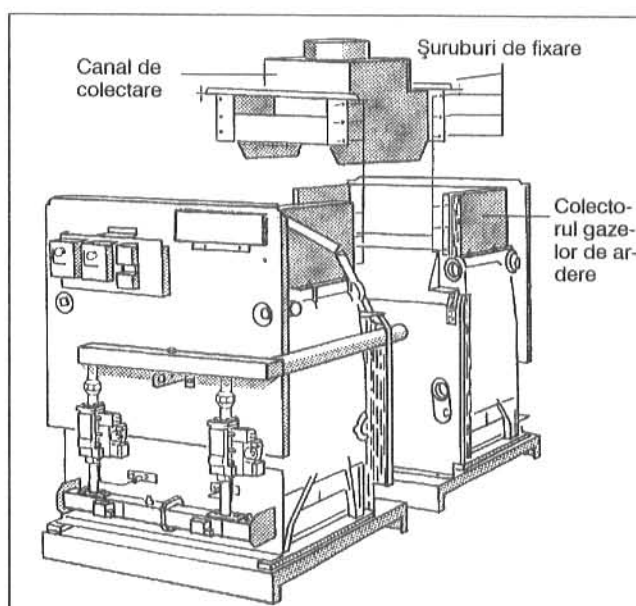

Fig. 6: Montarea canalului colector G334 XD
- Canalul de colectare se așează pe sus între colectoarele gazelor de ardere (Fig. 6).
- Canalul de colectare se înșurubează strâns (Fig. 6).